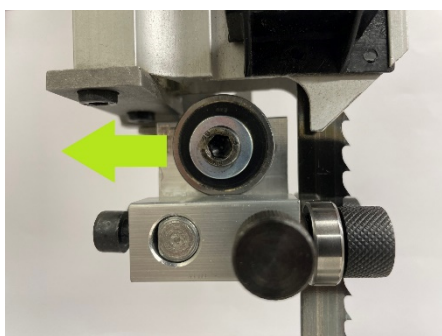

Figure 32
- Reculer le roulement. (Fig 32)